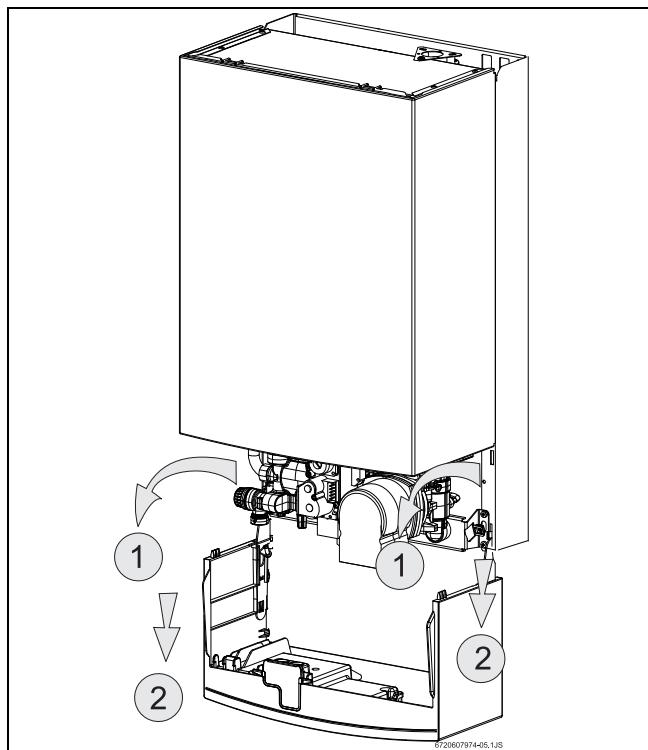

Рис. 9 Сервисное положение для доступа к системам водо- и электроснабжения
- Опустить коробку панели управления (см. рис. 9).